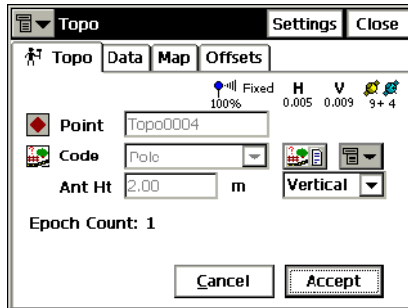

Figura 5-36. Levantamiento – Iniciar
- **Empezar**: comienza el proceso de registro. Después de pulsar, el botón cambia su nombre a **Aceptar** y aparece un Nuevo botón **Cancelar** junto con el contador de épocas almacenadas (Figura 5-36).